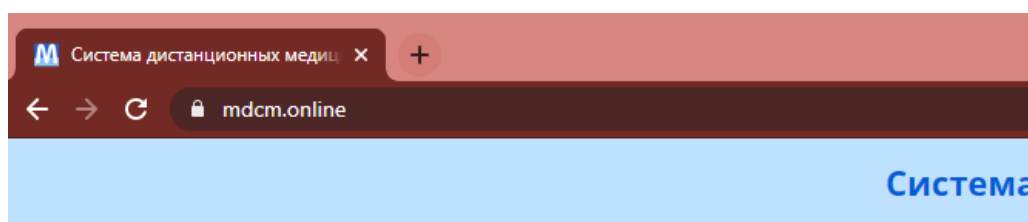

Рисунок 1
- 2) В адресную строку пользователя вводим адрес <https://mdcm.online> (см. рисунок 1)